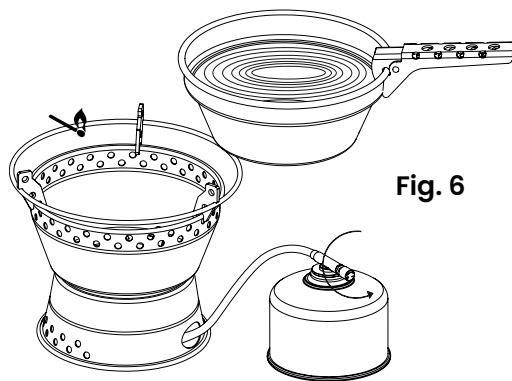

Fig. 6
- Utilisez la poignée de casserole pour tenir le bord de la casserole et la mettre doucement sur le support pour casserole pour commencer la cuisson (fig. 6).